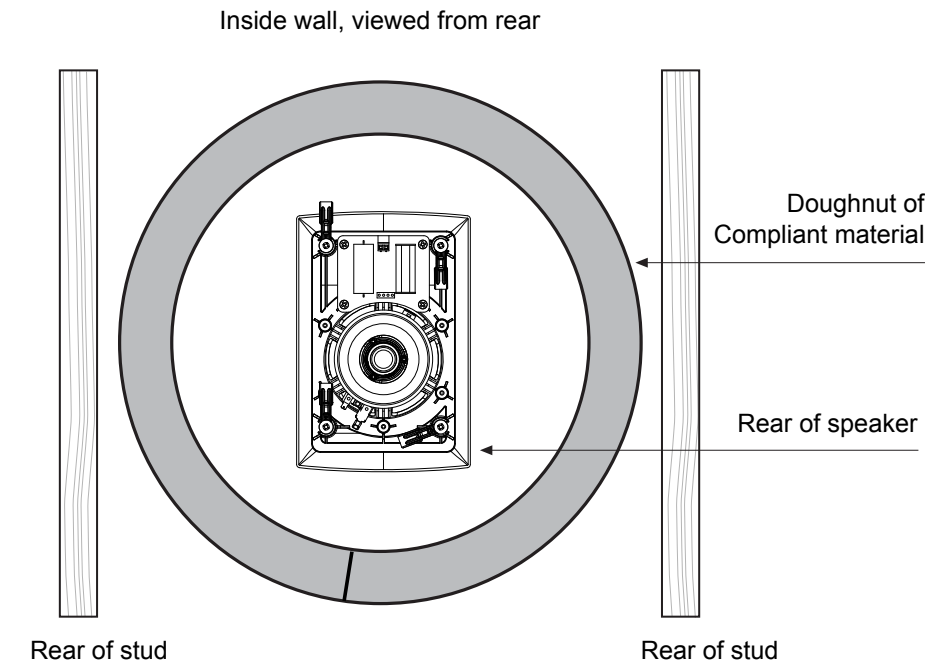

Fig 12: Stud partition or wall cavity, using compliant material of appropriate thickness to create a tight seal
1. Veel professionele installateurs gebruiken een ‘donut’ van flexibel materiaal, die strak tussen de twee oppervlakken van de scheidingswand of in de spouw in de muur kan worden gestoken. De lengte van het binnenoppervlak van de strook materiaal bepaalt het volume van de ‘behuizing’ Voor elk model knipt u de stroken in de lengtes vermeld in onderstaande tabel, steekt u ze in de holte en vormt u ze samen tot een ring die het juiste volume garandeert - zie Afb. 12.